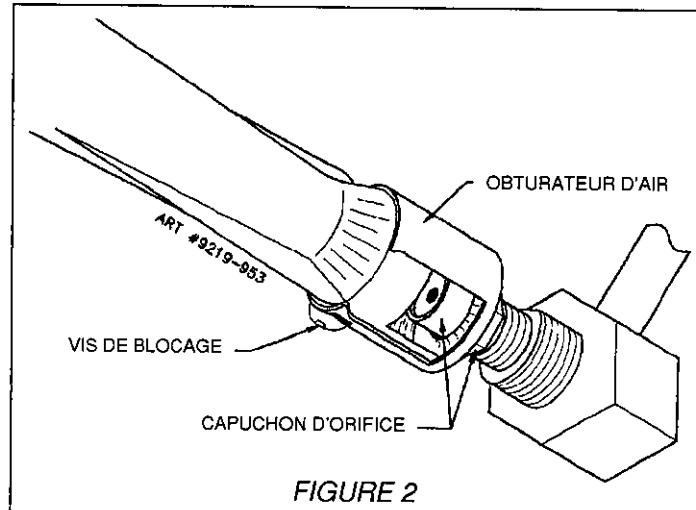

FIGURE 2
1. Flamme jaune - ouvrir l'obturateur d'air afin d'assurer son ouverture maximum tout en ayant une flamme qui ne se soulève pas du brûleur ou qui s'éteigne lorsque le brûleur est froid. (Voir la figure 2.)
2. Flamme avec partie bleue distincte mais qui se soulève du brûleur - fermer l'obturateur d'air jusqu'à ce qu'il produise une flamme qui ne se soulève pas du brûleur ou s'éteigne lorsque le brûleur est froid. (Voir la figure 2.)